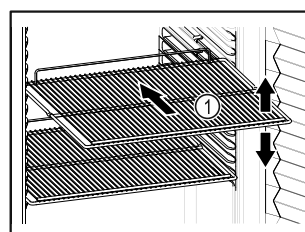

Fig. 50 Ilustratīvs attēlojums
- ❑ Ja novietošanas režģi Fig. 50 (1) ir novirzāmi, pielāgojiet tos pēc augstuma.